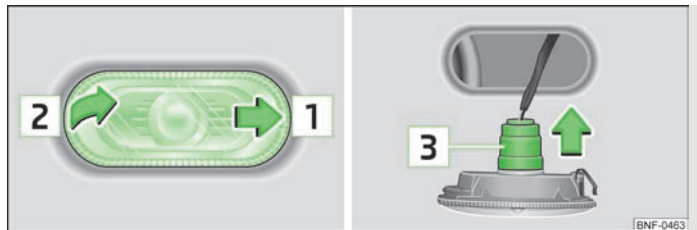

Fig. 121 Højre side: udskiftning af blinklygtens pære
- Skub sideblinklygten i pilens retning **1** » Fig. 121.